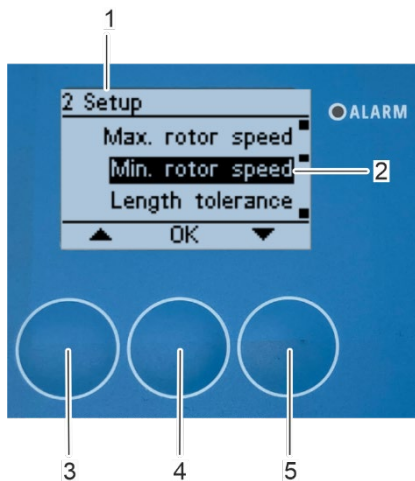

Abbildung 131: Öffnen Untermenü „minimale Rotorgeschwindigkeit“
⇒ Das Untermenü „2 Setup“ erscheint wieder auf dem Bildschirm (Abbildung 131/1).
1. Wählen Sie das Untermenü „minimale Rotorgeschwindigkeit“ (Abbildung 131/2) mit den Pfeiltasten [nach oben] (Abbildung 131/3) und [nach unten] (Abbildung 131/5) im Untermenü „2 Einstellungen“.
2. Bestätigen Sie die Auswahl mit [OK] (Abbildung 131/4).